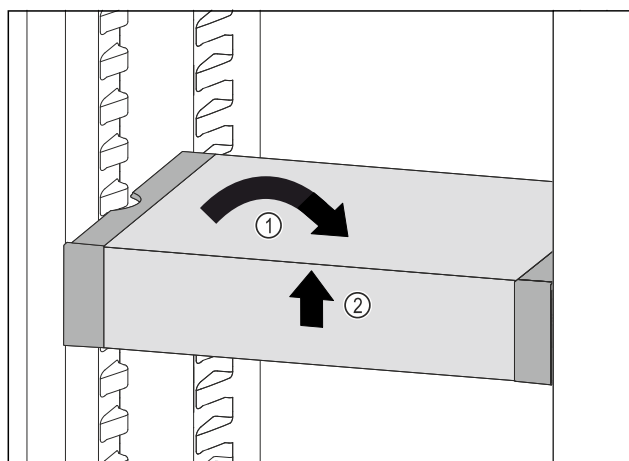

Fig. 77
- VarioSafe postavte rovno. Fig. 77 (1)
- VarioSafe nadvihnite vpredu. Fig. 77 (2)